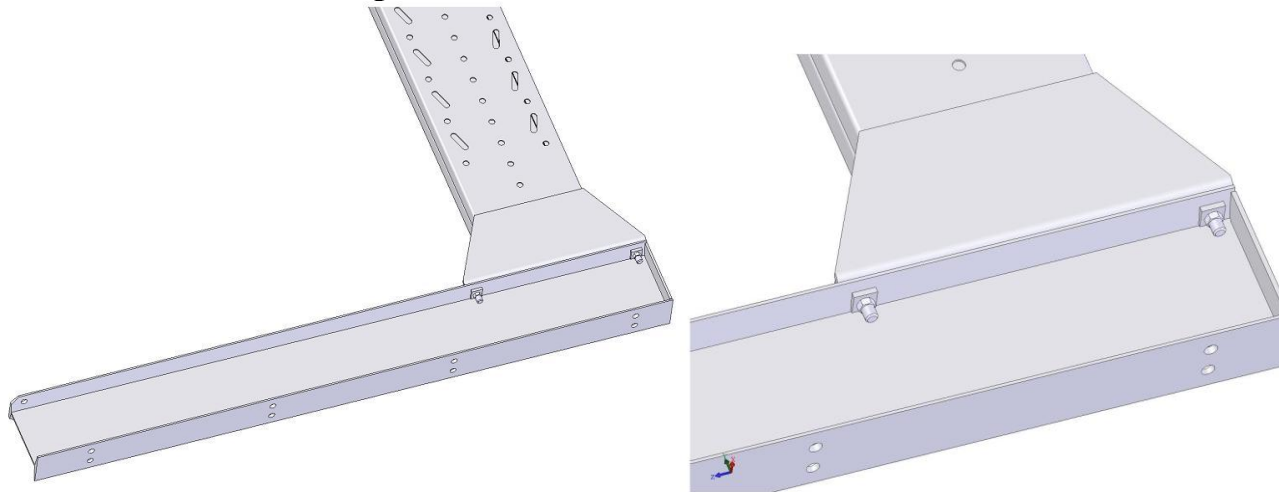

Рисунок 3.
1. Расположить одну часть основания поз. 5 или 6 (таблица 1) и стойку поз. 9...15 (таблица 1) горизонтально, закрепить их входящим в комплект болтами M16×50, гайками M16 и шайбами 16 (рисунок 3).